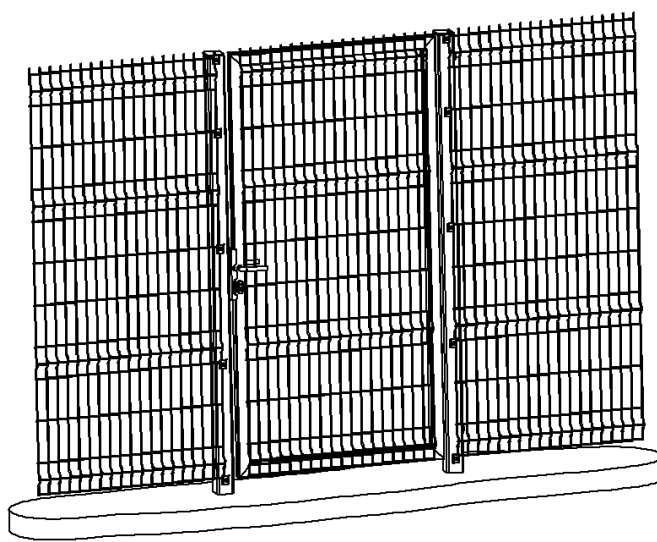

Рис.10
- С креплением панелей заграждения к опорам калитки. В данном случае необходимо произвести крепления панелей заграждения к опорам калитки с помощью самосверлящих винтов (ТЕХ) и фиксаторов (тип фиксатора и их количество определяется в зависимости от типа заграждения и его высоты). Пример данного исполнения приведен на рис.10.